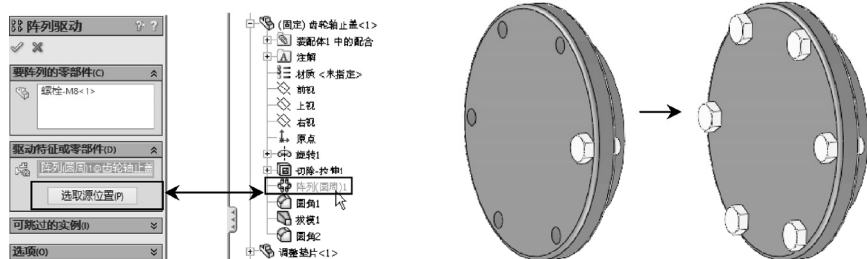

图 5-53 典型的阵列驱动的零部件阵列
- 阵列驱动零部件阵列 : 以零部件原有的阵列特征为驱动创建零部件阵列, 即令零部件沿所在的阵列特征进行阵列, 从而实现快速装配, 如图 5-53 所示 (使用此方式创建的零部件阵列与所依赖的特征阵列相关联)。